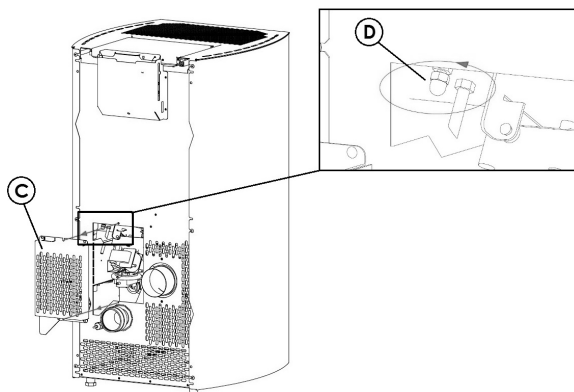

Fig. 33 - Borttagning af luge
- Fjern inspektionslugen "C" placeret bag på ovnen (se **Fig. 33**).